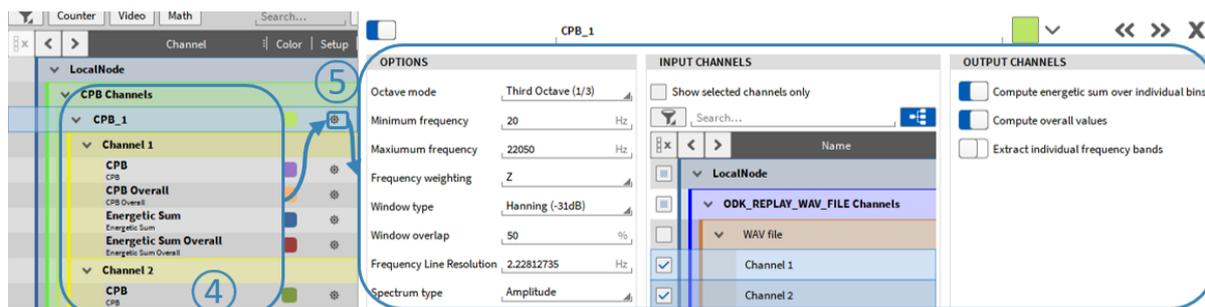

Abb. 7.131: Nachträgliche Änderung der CPB-Optionen
3. Drücken Sie *Add* um die Berechnung anzulegen. Die Ausgangskanäle werden der Kanalliste hinzugefügt (siehe ④ in Abb. 7.131)
4. Die Einstellungen können nachträglich geändert werden und sind über den *Gear* Button der jeweiligen Kanalgruppe zugänglich (siehe ⑤ in Abb. 7.131)
- Das zeitlich ändernde CPB Spektrum wird automatisch berechnet. Der Kanalname ist *CPB* (siehe ④ in Abb. 7.131).
- Falls *Compute energetic sum over individual bins* aktiviert ist, wird die energetische Summe des Spektrums berechnet. Der Kanalname ist *Energetic Sum* (siehe ④ in Abb. 7.131).
Die Kanalnamen sind *CPB Overall* und *Energetic Sum Overall* (siehe ④ in Abb. 7.131).